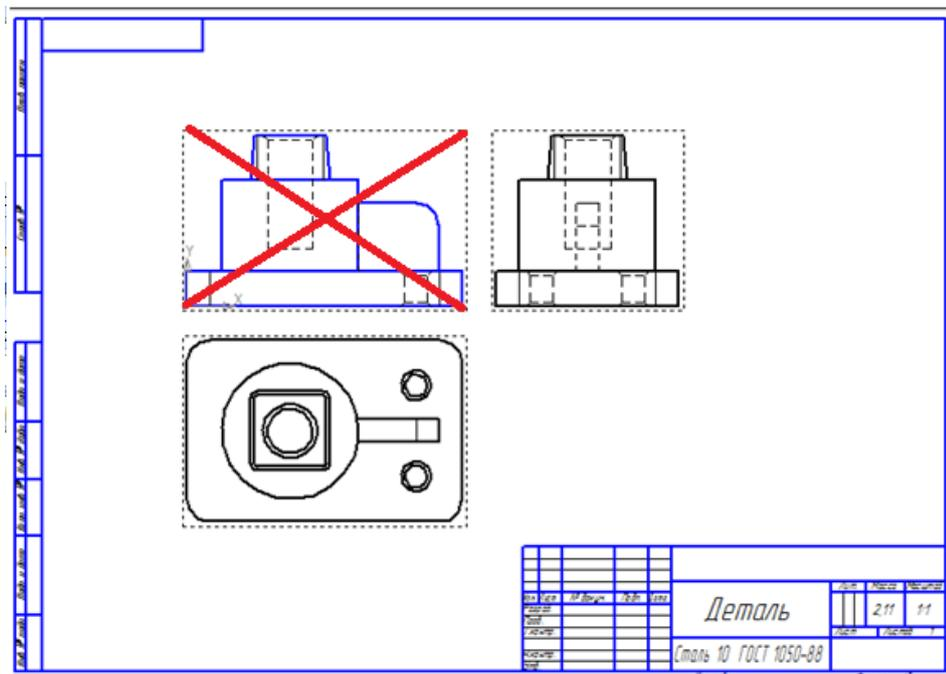

Рисунок 66
6. Удалить главный вид (рисунок 66) и вместо него выполнить ступенчатый фронтальный разрез: указать левой клавишей мыши на габаритную рамку главного вида – нажать клавишу **<Delete>**.